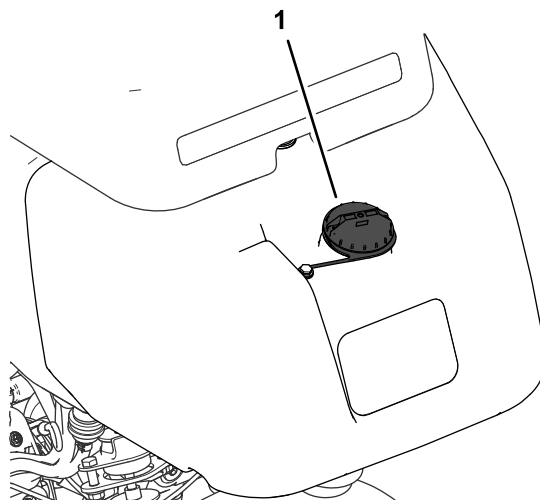

Figure 33
1. Nettoyez la surface autour du bouchon du réservoir de carburant et enlevez le bouchon (Figure 33).